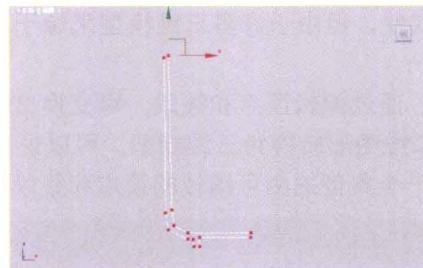
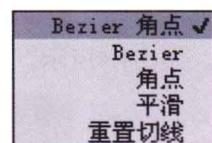

图1.8
图1.9
- 03 在视图中选择线条的顶点，选中的顶点以红色显示，如图1.8所示。单击鼠标右键，在弹出的右键菜单中改变顶点类型为“Bezier角点”，如图1.9所示。